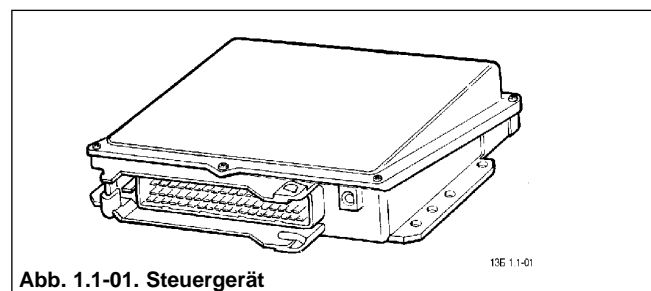
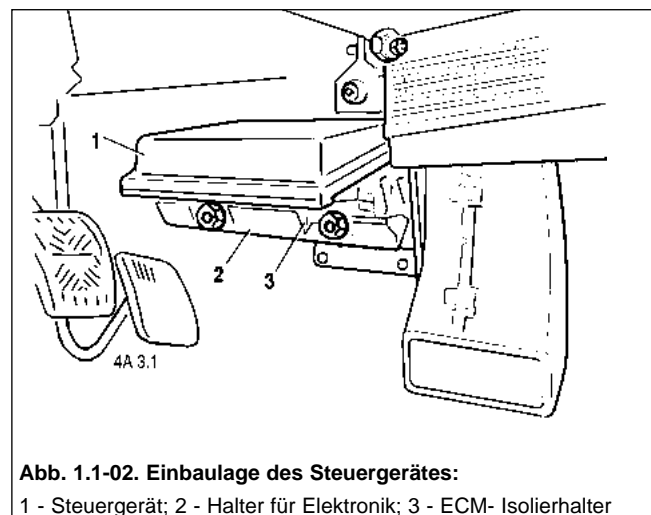

Abb. 1.1-01. Steuergerät
Abb. 1.1-02. Einbaulage des Steuergerätes:
Das Steuergerät (ECM) (Abb.1.1-01) ist das «Rechen- und Schaltzentrum» der Motorsteuerung. Es bekommt die von Sensoren gelieferten Informationen und steuert die Stellglieder an, indem es den optimalen Motorbetrieb mit vorgegebenen Kenndaten des Fahrzeuges gewährleistet. Das Steuergerät 1 befindet sich unter der Armaturenbrettconsole und ist auf dem Halter 2 befestigt (Abb. 1.1-02).
4. Den Halter 3 vom Halter 2 abschrauben, die Kabelbaum-Steckverbindung vom ECM trennen und das ECM 1 abbauen (Abb. 1.1-02).